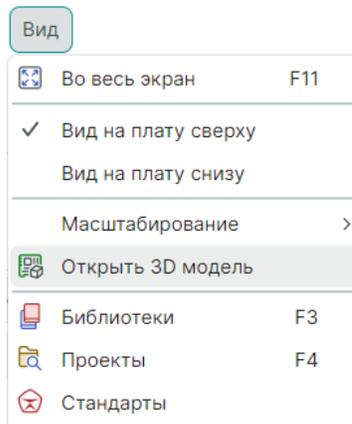

Рис. 575 Открытие 3D модели платы через главное меню
- С помощью пункта «Открыть 3D модель» в разделе «Вид» главного меню, см. Рис. 575. Для вызова данной функции в главном меню документ «Плата» должен быть активен.